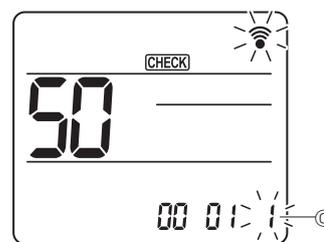

Fig. 6-19
- Utilize o botão [C] para alterar o número de definição C. (Fig. 6-19)
- Repita a selecção ③ e ④ para alterar as definições de várias funções continuamente.